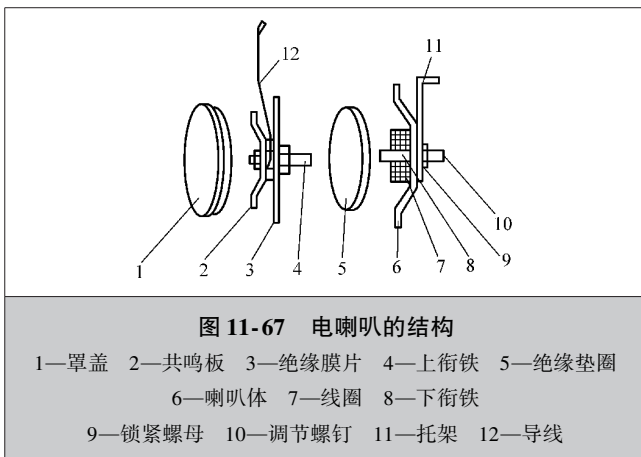

图 11-67 电喇叭的结构
(1) 作用 电喇叭是汽车的声音信号装置。在汽车行驶过程中,驾驶人根据需求和规定发出必要的声音信号,警告行人并引起其他车辆注意,保证交通安全,同时还可用于催行与传递信号。
(2) 结构 如图 11-67 所示,汽车电喇叭由衔铁、线圈、触点、膜片等组成。